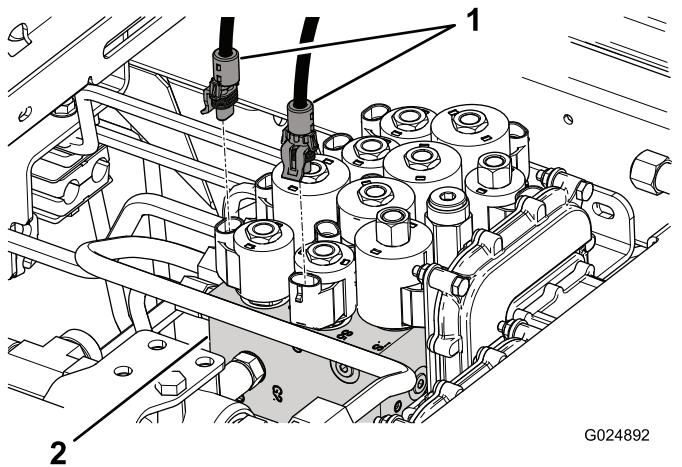

Figura 9
3. Enchufe el conector del arnés de bloqueo de la carcasa marcado S5 SOLENOID en el solenoide S5 del distribuidor de elevación (Figura 9).
4. Desconecte el conector eléctrico del solenoide S6 del distribuidor de elevación (Figura 9), y conéctelo al conector del arnés de bloqueo de la carcasa marcado S6 HARNESS.
2. Desconecte el conector eléctrico del solenoide S5 del distribuidor de elevación (Figura 9), y conéctelo al conector del arnés de cables de bloqueo de la carcasa marcado S5 HARNESS.